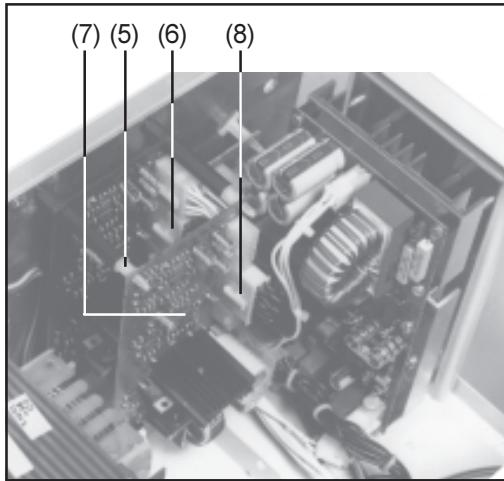

Abb. 4 Einbauposition Print PZ45 RO
- Snap-in-Distanzen - Abb.3/Pos.(2) - auf die Distanzen M4x40 - Abb.4/Pos.(5) - schrauben.
- Verkabelung - Abb.3/Pos.(3) - in 14 pol. Buchse am Print PV45S (A25x4) - Abb.4/Pos.(6) - stecken.
- Print PZ45 RO - Abb.3/Pos.(1) - parallel zum Print PV45 S befestigen - Abb.4/Pos.(7)
- 14 pol. Stecker am Print PZ45 RO (A26X4) anstecken - Abb.4/Pos.(8)